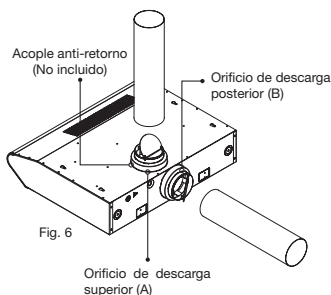

Fig. 6
- Para emplear la salida superior (A) o posterior (B) retire la tapa ejerciendo presión en los pre-cortes, luego ensamble el acople anti-retorno (excepto campanas CX 4300, 4310) en el orificio de descarga que se acomode a su necesidad, finalmente conéctelo al tubo de descarga como se muestra en la fig. 6